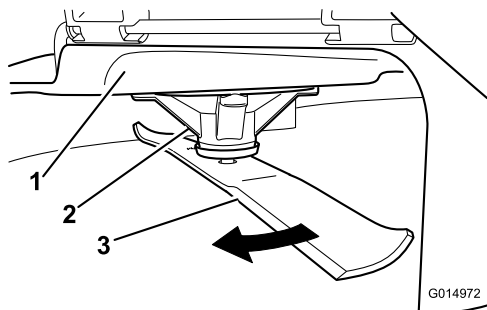

Figura 55
2. Usando luvas almofadadas ou outra proteção adequada para as mãos, rode lentamente lâmina a medir para uma posição que permita uma medição efetiva da distância entre a extremidade de corte e a superfície nivelada onde a máquina está (Figura 55).